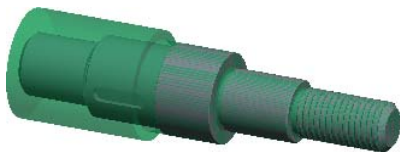

图 5.4.2 制造模型
Step1. 设置工作目录。选择下拉菜单 **文件** → **管理会话 (M)** → **选择工作目录 (D)** 命令，将工作目录设置至 D:\Creo 2.9\work\ch05\ch05.04。
Step2. 选择下拉菜单 **文件** → **打开 (O)** 命令，在弹出的“文件打开”对话框中，选取三维零件模型——area_turning.asm 作为制造零件模型，并将其打开。此时工作区中显示图 5.4.2 所示的制造模型。